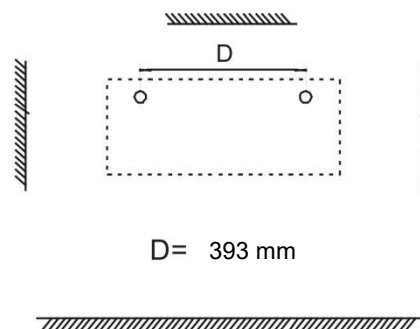

Figura 2
2. Taladrar la pared para la colocación de dos tapones Fisher Ø 8 mm. (figura 2) – D= 393 mm